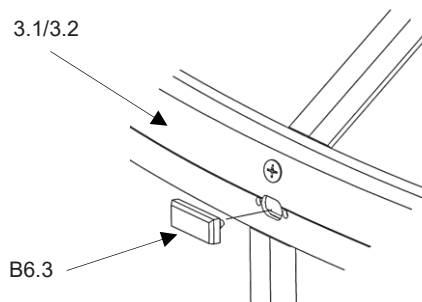

Abb.69
- Entwässerungskappen (B6.3) in den Bohrungen der Traufprofilen (3.1/3.2) positionieren. (Abb.69)